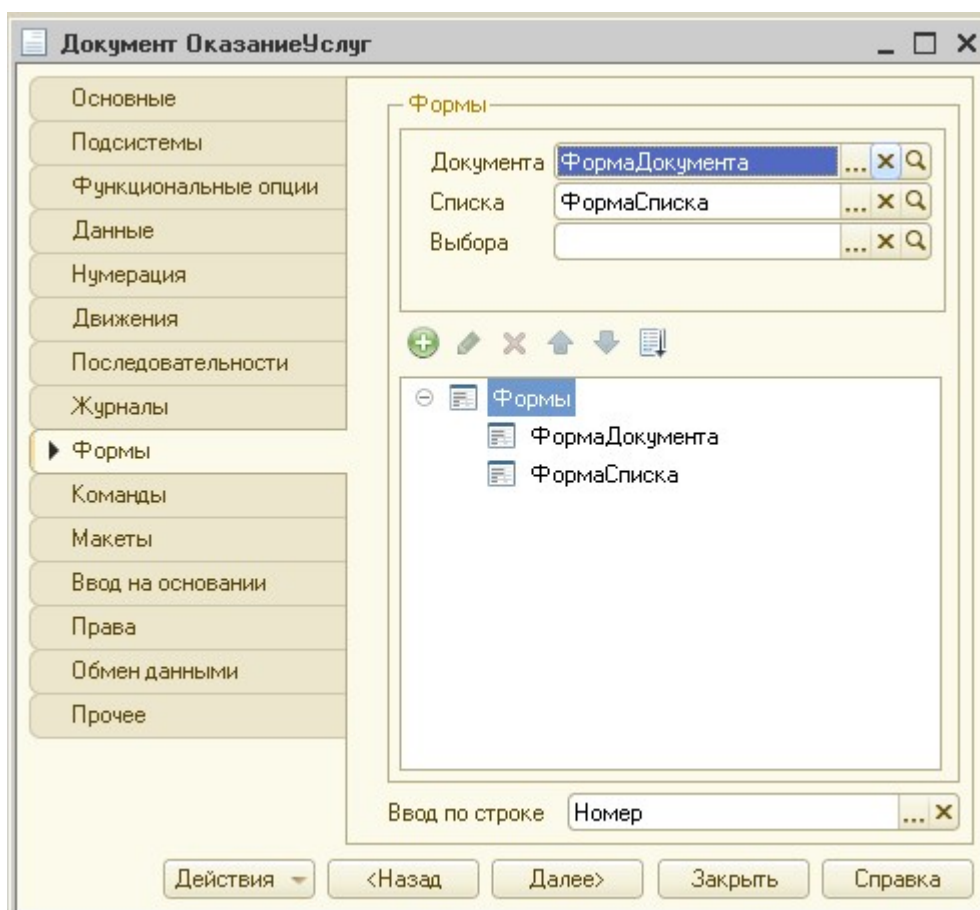

Рисунок 34 Вкладка «Форма» документа Оказание услуг
- На вкладке **«Форма»** в области **«Форма»** напротив **«Документа»** нажмите кнопку **«Очистить»** (крестик) (рис. 34).